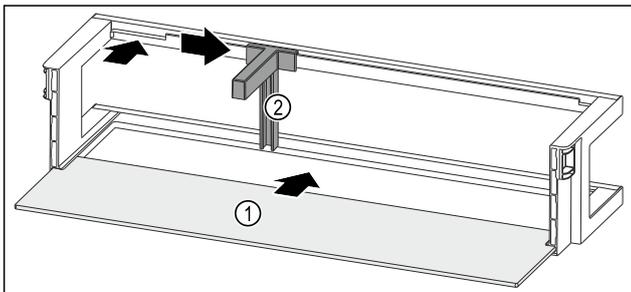

Fig. 136 Türabsteller mit Abstellfläche
- ▶ Abstellfläche Fig. 136 (1) in die seitlichen Einsparungen einschieben.
- ▶ Flaschenhalter Fig. 136 (2) in die Aussparung einsetzen.
- ▶ Flaschenhalter Fig. 136 (2) in gewünschte Position zur Seite schieben.